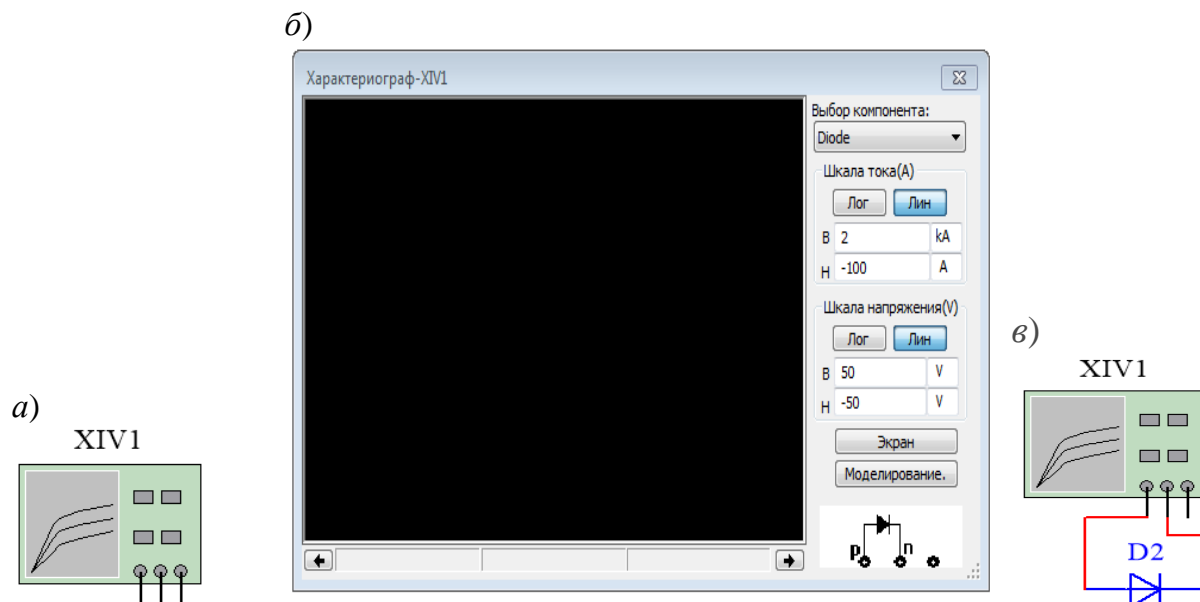

Рисунок 1.12 – Характериограф:
*Навести курсор мыши на пиктограмму характерного графа и двойным нажатием клавиши мыши открыть его лицевую панель (рисунок 1.12, б). По умолчанию в поле **[Выбор компонента]** записано **[Diode]**. Этот режим работы прибора необходимо сохранить. Он позволяет снять ВАХ диода. Нажать кнопку **[Моделирование]** и в открывшемся окне **[Параметры моделирования]** установить в окне **[Начало]** значение начального напряжения **–8 В**, а в окне **[Окончание]** конечное значения напряжения **1 В**. Значение приращения можно оставить **10 мВ**. Заккрыть окно.*